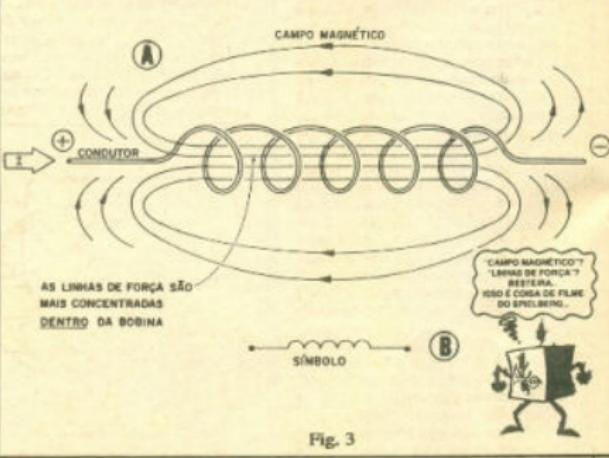
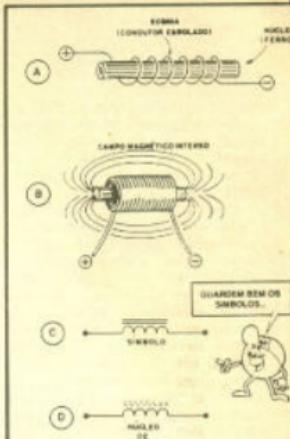

Fig. 3
Fig. 4
FIG. 3 - Um "truque" simples para intensificar o campo magnético eletricamente gerado - Nos exemplos visuais até agora diagramados, referimo-nos ao condutor (que, percorrido por corrente, gera o campo magnético...) na forma de um fio reto e relativamente curto. O campo magnético gerado nessas circunstâncias é fraco, já que suas "linhas de força" estão distribuídas - por assim dizer - ao longo de todo o comprimento do condutor,
ento, esticadinho, percorrido por determinada corrente (e sabendo que a corrente determina o surgimento do campo magnético em torno de todo o comprimento do fio...) podemos atribuir um valor arbitrário ao campo magnético gerado. Vamos dizer que esse valor seja "100". Parece lógico admitir que então, cada centímetro do fio (são 100 centímetros no metro, salvo disposições em contrário ou "medidas provisórias"...), gera um "pedaço" do campo magnético total, com valor de "1". Outro cálculo simples nos dirá que "em 10 cm. desse fio, teremos um campo magnético com intensidade 10". Se, contudo, enrolarmos o fio todo (1 metro, lembram-se...?) em forma de bobina, de modo que o conjunto (ver fig. 3) assuma um comprimento total de apenas 10 cm.
teremos, "mecanicamente". 1 metro "condensado" em 10 centímetros, não é...? Acontece que, nesses 10 cm, temos todos os 100 cm. do metro e, consequentemente, todas as "100 unidades" do campo magnético original! Vamos prosseguir nesse raciocínio: agora temos, em 10 cm. (comprimento da bobina), "100 unidades" de campo magnético, ou seja: a cada centímetro da dita bobina, temos "10 unidades" de campo magnético (e não apenas "1 unidade", o que ocorre quando o fio estava esticado!). Deu pra entender? Na verdade, em termos totais, NADA GANHAMOS (nem podia ser diferente, já que as Leis da Física determinam que não se pode "ganhar", do nada, nenhuma forma de energia...) porém a concentração promovida pelo enrolamento do fio nos proporcionou um "ganho localizado", de modo que num determinado ponto, temos **mucho mais** linhas de força do que tínhamos antes... Ainda na fig. 3 (em B) temos o símbolo (graficamente óbvio, já que sinaliza claramente um "fio enrolado"...) utilizado para representar as bobinas (técnica chamada de INDUTORES - veremos adiante por que...) nos diagramas de circuitos eletrônicos. Decore esse símbolo, que aparecerá muitas vezes ao longo do nosso "Curso"...
- FIG. 4-A - Se, no interior da bobina (fig. 3) colocarmos um núcleo de material ferroso (normalmente ferro, ou ferro-silício ou ainda "ferro cerâmico"...), esse material proporciona uma concentração ainda maior das linhas de
- FIG. 4-B - O que ocorre é que as linhas de força, ainda um tanto "dispersas" numa bobina simples (fig. 3), com o núcleo, tendem a formar um campo "fechado", com as tais linhas sendo "emitidas" por uma das pontas do núcleo e "recolhidas" pela outra extremidade, fazendo com que, em ponto bem próximo da dita bobina, a quantidade de "Linhas por centímetro" seja bastante incrementada!
- FIG. 4-C Símbolo esquemático adotado para as bobinas com núcleo de ferro. As duas barras paralelas desenhadas junto à espiral básica, indicam a presença do núcleo metálico ferroso.
- FIG. 4-D - Em tempos relativamente recentes, descobriu-se que poderiam ser feitos, industrialmente, núcleos para "condensação" das linhas de força, tão bons (ou até melhores...) do que os de material ferroso "natural", a partir de um composto à base de cerâmica e partículas de ferro (material mais leve e mais barato do que o ferro e similares, além de poder facilmente ser moldado, usinado e conformado em "mil" padrões mecânicos e magnéticos, à vontade...) ao qual se deu o nome de FERRITE... Dentro do seu rádio, televisor, vídeo-cassete, etc., tem "uma pd" de bobinas enroladas sobre núcleos de ferrite! Para diferenciar a representação gráfica dessas bobinas,